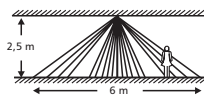

fig. 2
- Cherchez un endroit de pose adapté. La hauteur de montage idéale est d'environ 2,5 m (figure 2).